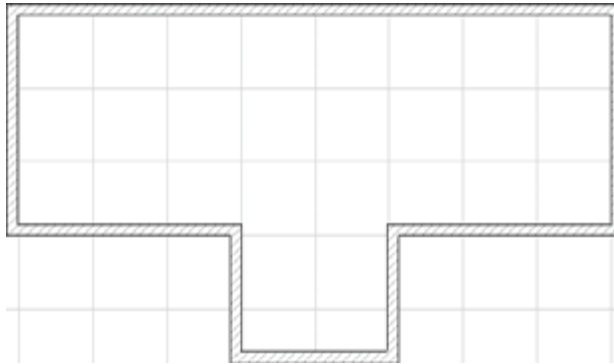

Рис. 5.35. План здания
4. Постройте контур стен здания, подобный показанному на рис. 5.35.